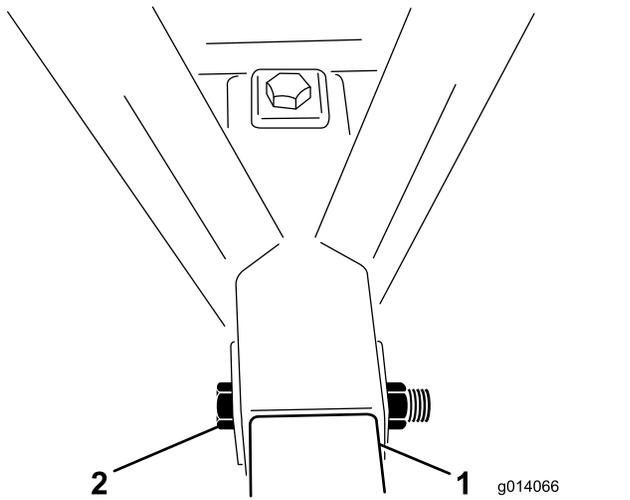

Figura 4
5. Introduzca un perno (1" x 6½") a través del bastidor y de la barra del enganche y ajústelo con una contratuerca (Figura 4). Apriete la contratuerca a 976–1193 N·m.
6. Introduzca un perno (1" x 6½") a través de la parte superior del bastidor y de la parte inferior de la barra del enganche y ajústelo con una contratuerca (Figura 4). Apriete la contratuerca a 976–1193 N·m.